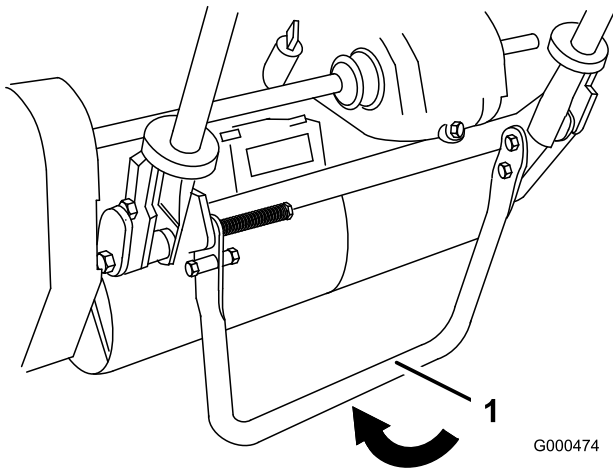

Bild 7
- Treten Sie den Ständer mit dem Fuß nach unten und ziehen Sie den Griff nach oben, bis sich der Ständer nach vorne über der Mitte gedreht hat (Bild 7).